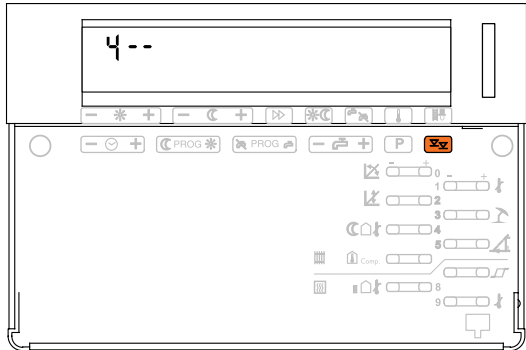

Fig. 37
- Retirez le couvercle et appuyez plusieurs fois sur la touche . Après avoir appuyé une seule fois, la mention "3 - -" s'affiche. Vous pouvez alors effectuer des réglages du 3^{ème} niveau de commandes (voir aussi la section précédente). La mention "4 - -" s'affichant après la prochaine pression de la touche indiquant que vous avez accédé au 4^{ème} niveau de commandes (voir Fig. 37).